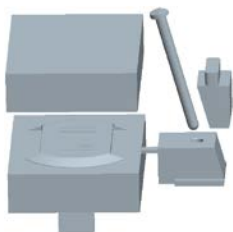

图 27.65 移动后的状态
Step7. 在 **▼ DEFINE STEP (定义步骤)** 菜单中选择 **Done (完成)** 命令, 移出后的模型如图 27.65 所示。